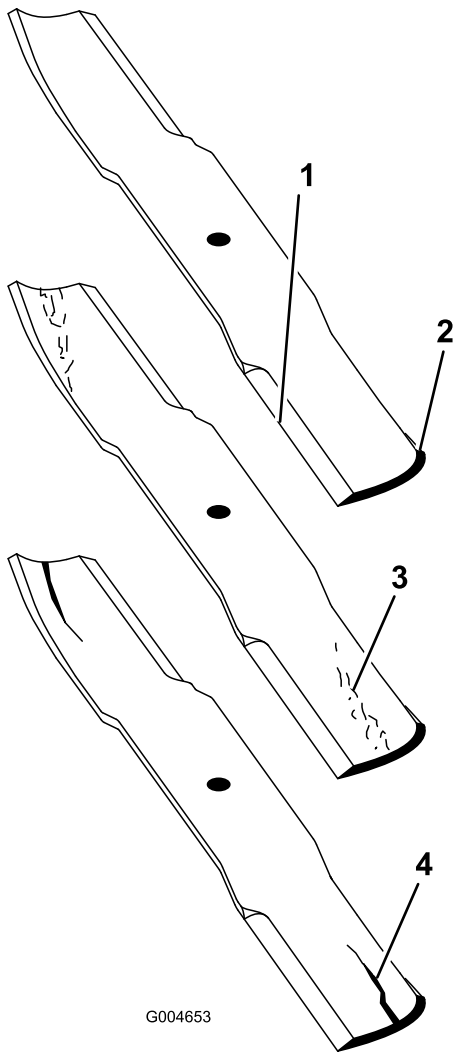

図 130
2. ブレードの切っ先を注意深く観察、特に、直線部と曲線部が交わる部分をよく観察する 図 130。
注 この、直線部と曲線部の交差域は、砂などによる磨耗が進みやすい部分なので、機械を使用する前によく点検することが必要である。磨耗が進んでいる場合 図 130には、ブレードを交換する。